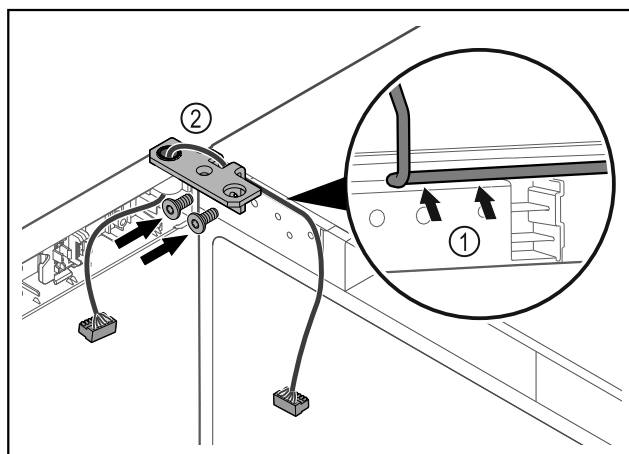

Fig. 62
- ▶ Poprowadzić kabel przez wgłębienie w zawiasie i ostrożnie go ułożyć Fig. 62 (1).
- ▶ Przykręcić zawias Fig. 62 (2).